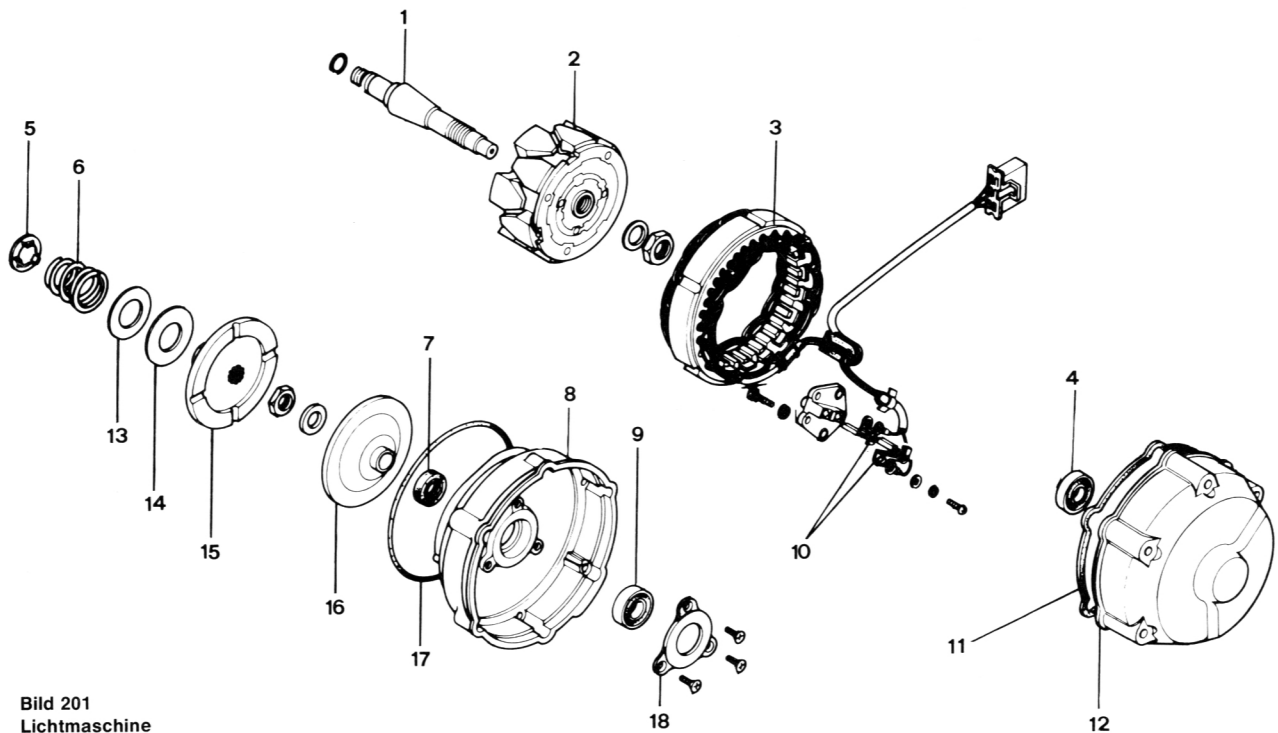
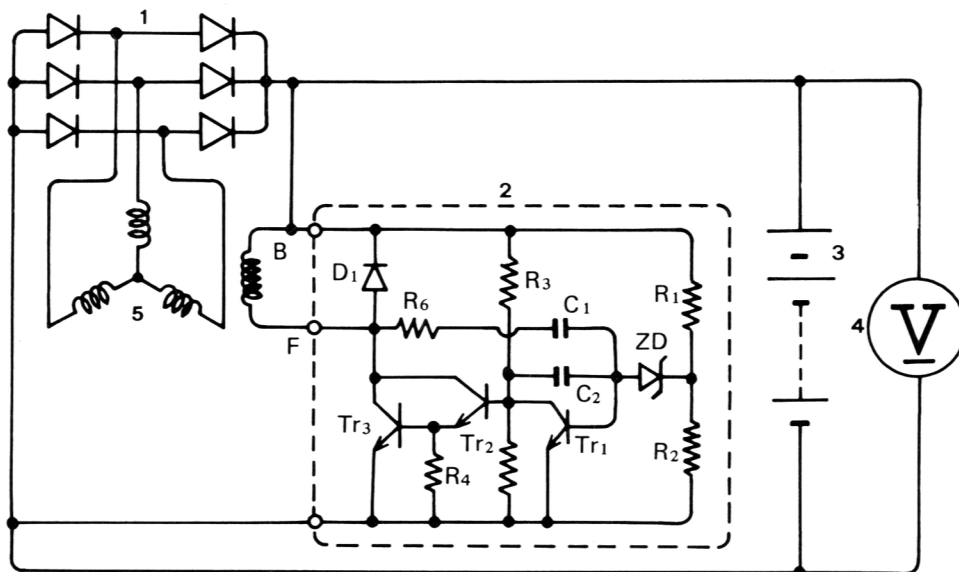

Bild 201
Bild 202
Die Teile der Lichtmaschine sind in Bild 201 gezeigt, in Bild 202 wird die Schaltung der Ladestromanlage erläutert.
- Lichtmaschine gemäss Bild 201 in seine Einzelteile zerlegen.
- Die verbleibenden Arbeiten in umgekehrter Reihenfolge der Zerlegung durchführen, unter Bezug auf Bild 201.